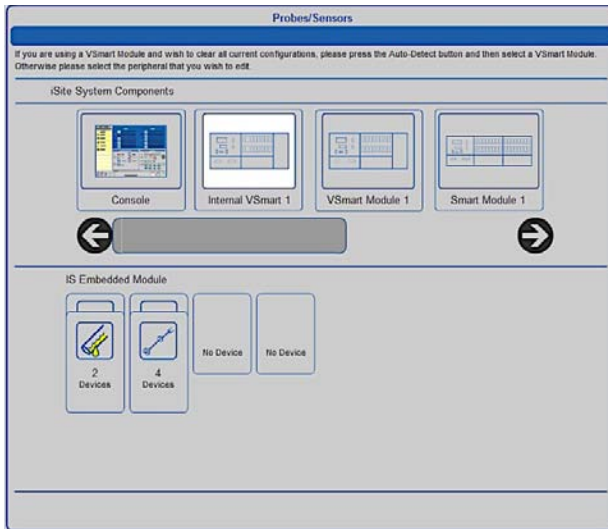

Figura 1-12 Dispositivos de Arrastre Múltiple
La función de arrastre múltiple es indicada con un par de iconos del dispositivo con un número que indica cuantos dispositivos están conectados a cada (1) posición de arrastre múltiple. La función de arrastre múltiple se muestra en la Figura 1-12 de los Dispositivos de Arrastre Múltiple: